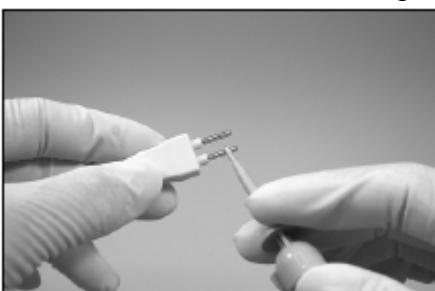

Рис. 9
2. Совместите один из электродов на тестере с зажимом файла (рис. 9).